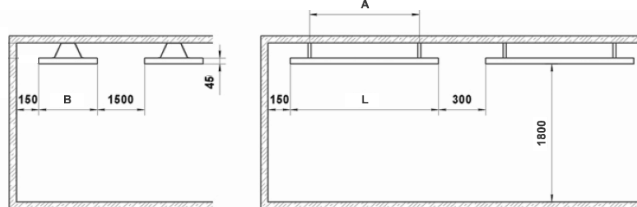

Рис.1
Размерные характеристики обогревателя согласно рис. 1 приведены в таблице 2.
3. В соответствии с рис. 1 и таблицей 2 определите место установки обогревателя на потолке или на потолочных конструкциях с соблюдением минимальных расстояний от предметов и минимального расстояния от пола.